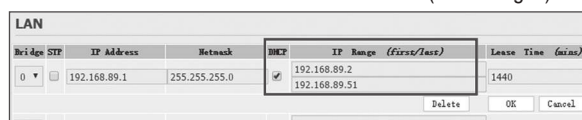

Fig. 2
5. Assicurarsi che la funzione DHCP sia abilitata. (Vedere Fig. 2)